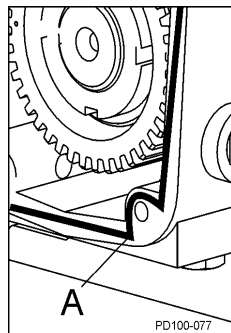

Figura 66 Colocación del sellador
3. Aplique sellador de silicona a la parte posterior de la caja de engranajes. (La cinta de sellado Gore-Tex® se puede utilizar en modelos libres de silicona). Coloque la cinta en el interior de los orificios para tornillos. (Figura 66, artículo A).